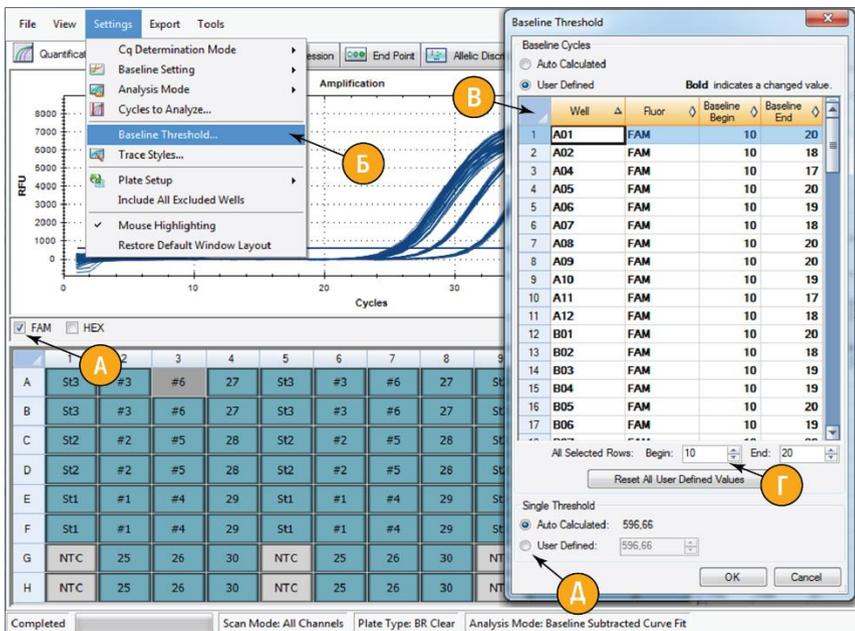
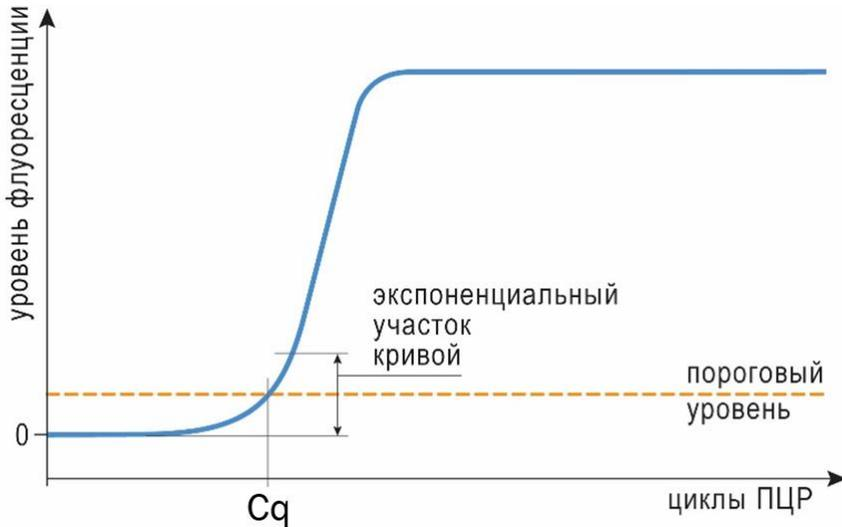

Рисунок 3 – окно «Пороговый уровень базовой линии» (Baseline Threshold).
Рисунок 5 – схема нахождения экспоненциального участка кривой накопления продукта, порогового уровня и порогового цикла (C_q).
- Под полем «Амплификация» (Amplification) оставить галочку только на канале FAM (см. рис. 3, А);
- в главном меню выбрать «Настройки > Пороговый уровень базовой линии...» (Settings > Baseline Threshold...) (см. рис. 3, Б);
- в открывшемся окне в разделе «Циклы базовой линии» (Baseline Cycles) выделить все образцы в таблице, щелкнув по синему квадрату в левом верхнем углу этого окна (см. рис. 3, В);
- в строке «Все выбранные строки:» (All Selected Rows:) в поле «Начало» (Begin:) ввести значение 10, нажать клавишу Enter на клавиатуре (см. рис. 3, Г);
- 4 Для всех мишеней (канал FAM: 91, 156, 211; канал HEX) поочерёдно выставить «Пороговый уровень» (Threshold) на одинаковом уровне, соответствующем середине экспоненциальной фазы кривых накопления продукта (см. рис. 5 для определения порогового уровня):
- в открывшемся окне в разделе «Единый пороговый уровень» (Single Threshold) (см. рис. 3, Д) выбрать пункт «Определен пользователем» (User Defined) и ввести значение порогового уровня (значение на оси RFU, определенное по алгоритму (см. рис. 5));